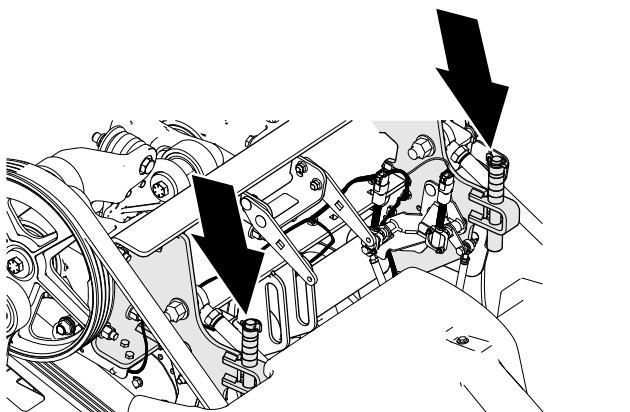
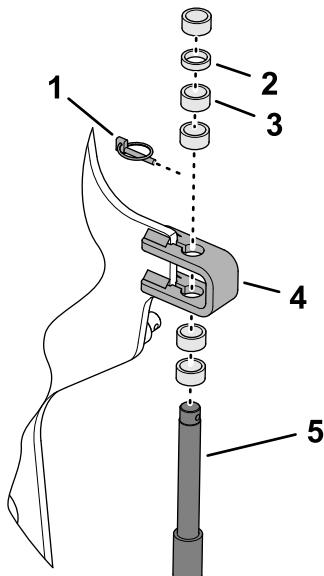

図 111
図 112
3. 深さストップピンとスペーサをストップブラケットに固定しているリンチピンを取り外す図 111と図 112。